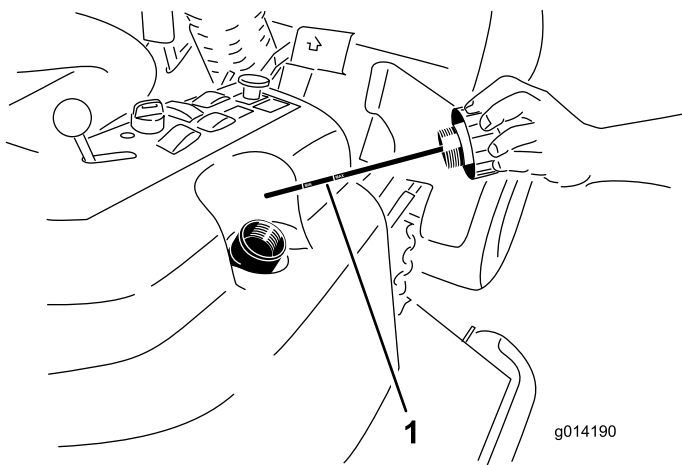

Figura 48
2. Togliete il tappo di riempimento del fluido idraulico dal collo del bocchettone (Figura 48).
3. Togliete l'asta di livello ed asciugatela con un panno pulito (Figura 48).
4. Avvitate a fondo l'asta di livello nel bocchettone di riempimento, quindi estraetela e controllate il livello del fluido (Figura 48).